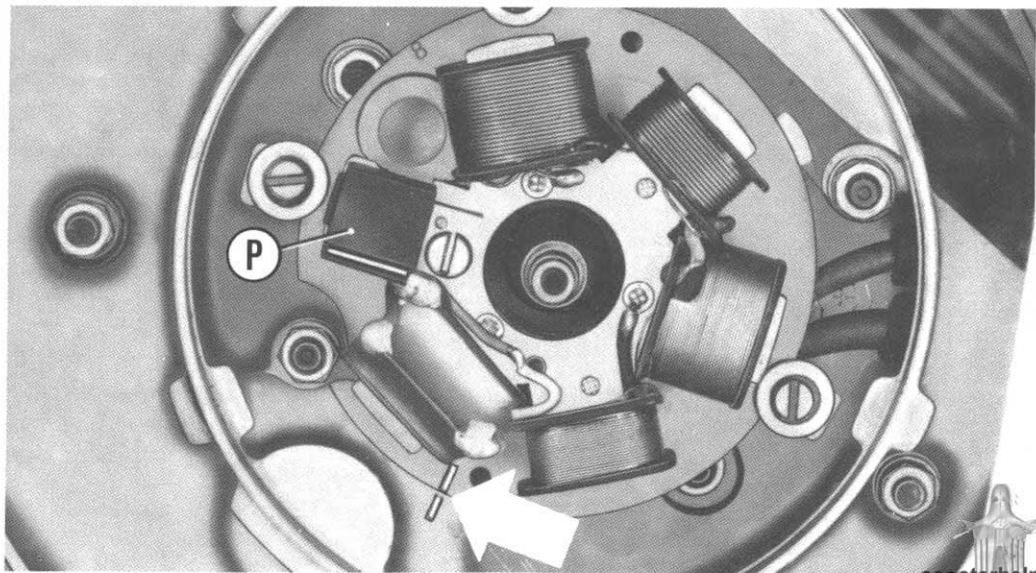

Fig. 25
If the backplate should be removed (for possible replacements) when reassembling it is important in order to get a correct mechanical timing, that the **notch on the backplate is perfectly lined up with the corresponding notch on crankcase** (as indicated with arrow on fig. 25).
Lorsque on doit effectuer le démontage (pour le remplacement) du stator il est **important** lors du remontage, dans le but d'assurer un correct calage mécanique, **que l'encoche sur le stator soit parfaitement alignée avec celle sur le carter moteur** (comme indiqué par flèche sur la fig. 25).
Si fuera necesario desmontar el estator (para eventuales sustituciones), **es importante**, al remontaje, para poder conseguir un correcto calaje mecánico, que **la muesca sobre el estator sea perfectamente alineada con la muesca correspondiente sobre el carter motor** (indic. con flecha, fig. 25).
*Such timing is correct when spark shoots in the instant where the trace (white) of the pick-up « P » (fig. 25) is lined up between the two traces marked on the rotor slot (they can be inspected by removing rubber protection).*
*Le calage est correct lorsque l'étincelle jaillit à l'instant même où la trace (blanche) du capteur « P » (fig. 25) est alignée entre les deux traces gravées sur l'ouverture du rotor (visibles en ôtant la protection en caoutchouc). Ce contrôle (qui entraîne la disponibilité d'un outillage particulier, pistolet stroboscopique etc.) doit être effectué par une Station-Service.*
Advertencia - *Si después de las operaciones indicadas a la página 113 se notaran anomalías de funcionamiento del motor (imputables al encendido), controlar el calaje electrónico. Dicho calaje resulta correcto cuando la chispa salta en el instante en el cual la traza (blanca) del conmutador electrónico « P » (fig. 25) está alineada entre las dos trazas marcadas sobre el agujero del rotor (inspeccionables quitando la protección en goma). Para efectuar este control que supone la disponibilidad de herramientas particulares, pistola estroboscópica etc.) recurrir a las Estaciones de Servicio.*